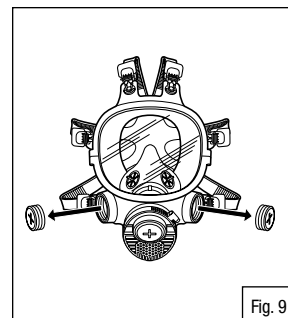

Fig. 9
1. Retirer les obturateurs 7890 3M™ si le masque n'est pas déjà doté de l'adaptateur 701 3M. (Fig. 9)